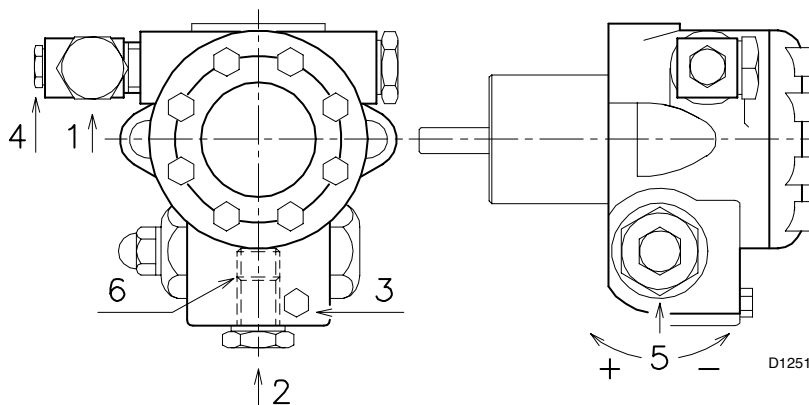

Fig. 19
- perché la pompa possa autoinnescarsi è indispensabile allentare la vite 3) (Fig. 19) della pompa per sfiatare l'aria contenuta nel tubo di aspirazione.
Per variare la pressione della pompa agire sulla vite 5) (Fig. 19 pag. 17).